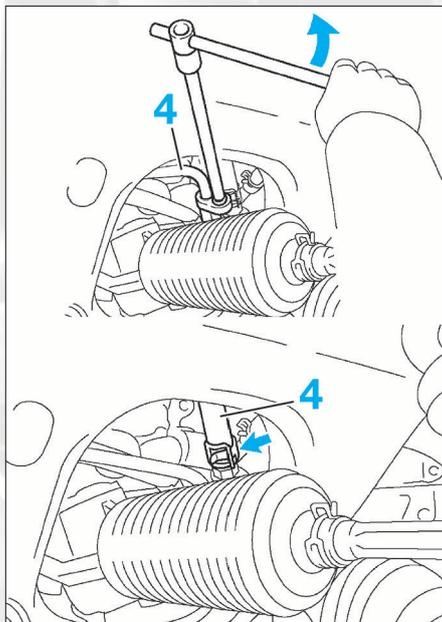

FIG. 10
- Déposer les conduites hydrauliques (4) (fig. 10).